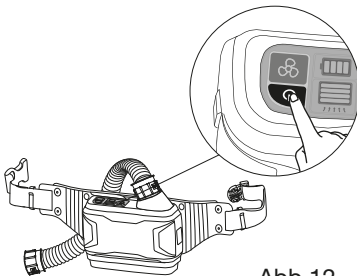
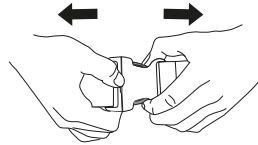

Abb.12
Abb.13
- Drücken und halten Sie die Ein-/Aus-Taste 2 Sekunden lang, um die Gebläseeinheit auszuschalten (siehe Abb. 12). Lösen Sie die Schnalle des Taillengurts (siehe Abb. 13).